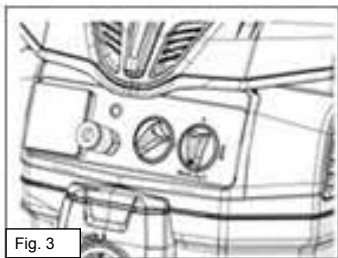

Fig. 3
• Posizione MAN-VBR (Fig. 3): l'aspiratore si comporta come al punto precedente con la sola eccezione che all'avvio esegue una pulizia preventiva dei filtri. Durante la pulizia dei filtri l'apparecchio può essere utilizzato regolarmente.